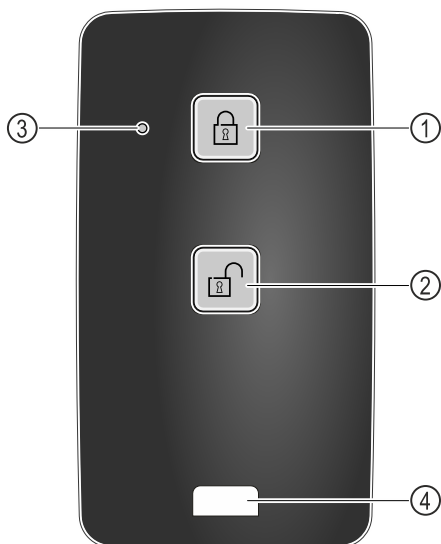

Fig. 210
- (1) Kycja e bravës
- (2) Shkycja e bravës
- (3) Treguesi LED i statusit
- (4) Vrima e fiksimit
- ▶ Shtypni butonin Fig. 210 (1) në telekomandë.
- ▶ Shtypni butonin Fig. 210 (2) në telekomandë.
- ▶ Treguesi LED i statusit Fig. 210 (3) jep një reagim vizual kur shtypet një buton.
- ▶ Vrima Fig. 210 (4) për kapjen e telekomandës, për shembull, në një varëse çelësash.